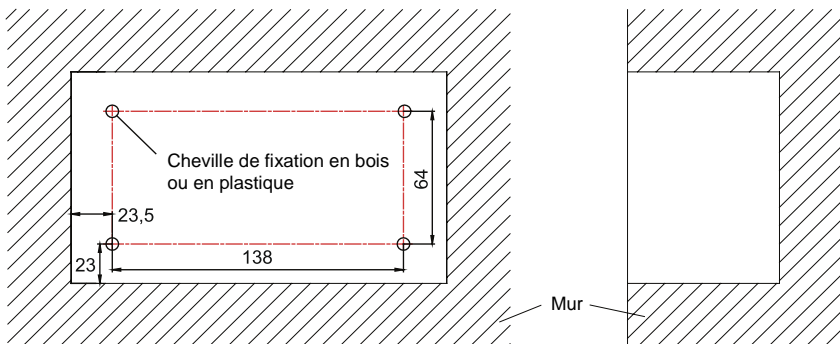

Fig. 3-10 : Emplacement des chevilles de fixation en bois ou en plastique
- 1) Lorsque vous prévoyez une installation de votre panneau de commande dans le mur, préparez d'avance un trou d'installation de dimensions 180×107×62 mm et installez y 4 chevilles en bois ou en plastique d'une taille appropriée, comme indiqué sur la figure 3-10.